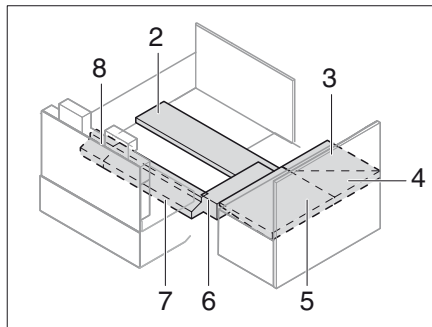

Bild 232 Positionera extradyna
- Positionera extradyna (Bild 232). Avståndet beror på extradynorna.